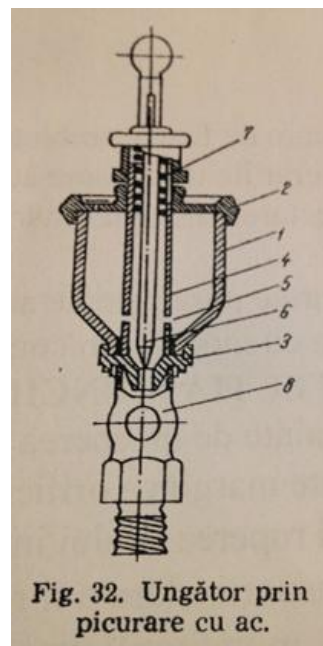

Fig. 32. Ungător prin picurare cu ac.
a) **Ungerea prin picurare (fig. 32)** – se realizează cu ungătorul cu ac, compus din rezervorul 1, închis cu capacele 2 și 3. În interiorul corpului se găsește un tub gol 4, prevăzut cu orificiile 5 prin care uleiul pătrunde din rezervor în tub, scurgându-se pe suprafețele de frecare. În tub se găsește un ac cu vârf conic 6, susținut de un arc 7 și a cărui poziție se reglează cu ajutorul unei piulițe. Funcționarea ungătorului se urmărește printr-un geam de control 8. La oprirea mașinii, alimentarea cu ulei se întrerupe prin strângerea piuliței, care deplasează vârful conic în jos și închide orificiul de intrare a uleiului.